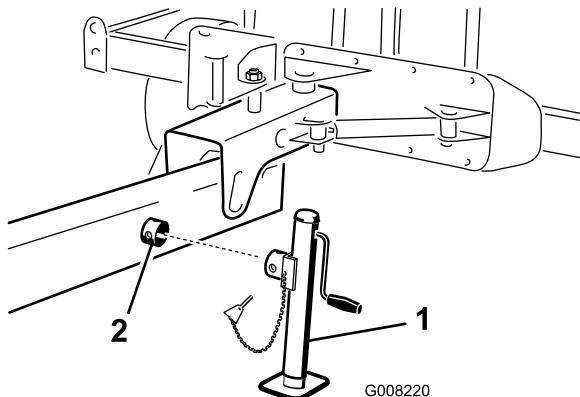

Figura 10
- Coloque el gato sobre el tubo situado en el lateral del acoplamiento de remolque (Figura 10).
2. Gire el gato para alinear los taladros y sujeté el conjunto con el pasador de seguridad (Figura 10).